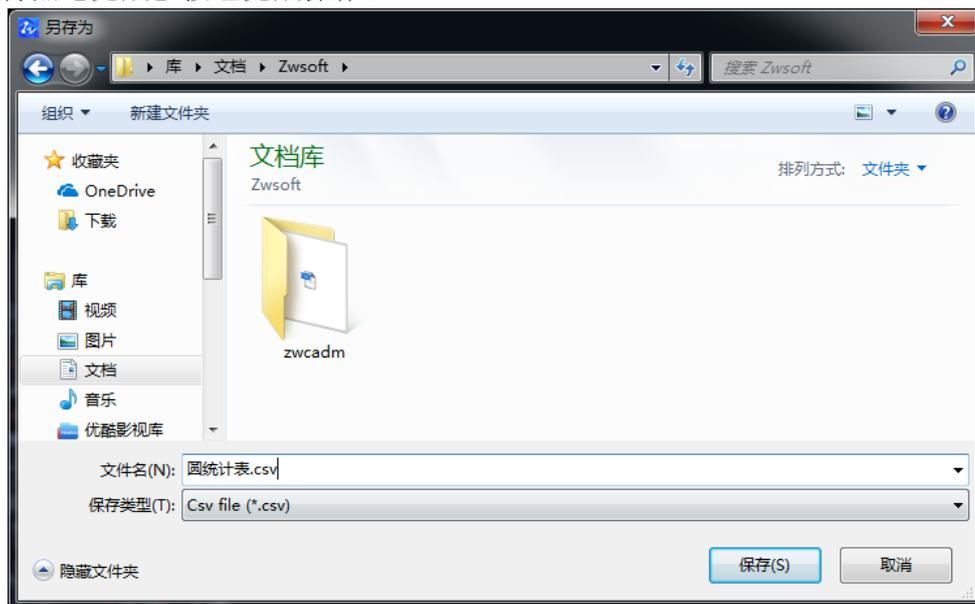

图 9-43 “数据提取-选择输出”对话框
b) 直到最后一步, 在“数据提取-选择输出”对话框“将数据输出至外部文件(.csv, .xls)”处, 击旁边的[... ]按钮, 弹出“另存为”对话框如图 9-43 所示, 指定文件输出的路径和文件名后, 点【保存】按钮, 回到“数据提取-选择输出”对话框, 再点【完成】按钮完成操作。